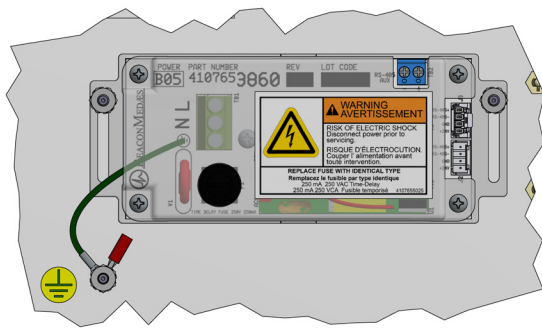

Figura 8: Cables de alimentación
En las partes superior e inferior de la caja empotrada hay orificios para la alimentación principal (figura 8).
3. Conecte los cables de entrada de fase y neutro al bloque de terminales. El cable de tierra se conecta directamente a la caja empotrada (el "chasis") mediante el perno de tierra indicado en la figura 8.